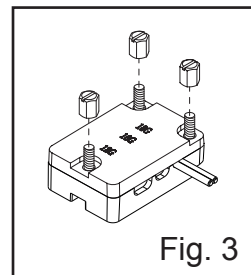

Fig. 3
1. Destornille y retire la tapa de la caja del conector fijada a cada cable de la lámpara. (Fig. 3)